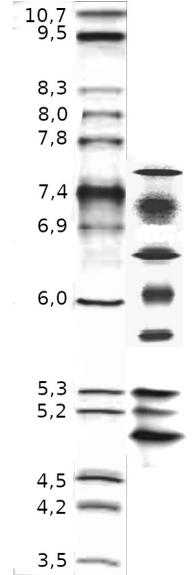

Abb. 1.1: Bsp. einer IEF
Bei der **isoelektrischen Fokussierung (IEF)** durchwandern die zu trennenden Komponenten ein Gel mit pH-Gradient. Es kommen nur solche Stoffe in Frage, die aus Ampholyten aufgebaut sind, also beispielsweise Peptide und Proteine. Die einzelnen Bestandteile besitzen unterschiedliche **isoelektrische Punkte (IEP, pI)**. Die Stoffe werden so lange durch das elektrische Feld transportiert, bis sie den pH-Wert im Gel erreichen, bei dem sie nach außen hin nicht mehr geladen sind, also ihrem IEP. Ab dieser Höhe hat das elektrische Feld keinen Einfluss mehr auf die Bande. Die Proteine werden an dem Ort mit dem pH-Wert aufkonzentriert (**fokussiert**), der ihrem IEP entspricht (vgl. Abb. 1.1). Da die Auftrennung alleine aufgrund der Ladung erfolgt, kann keine Aussage über die Molekulmassen der Proteine getroffen werden.
1.2 Abb. 1.1 (siehe rechts) zeigt das Ergebnis einer IEF. linke Spur: Marker. rechte Spur: Probe. Schätzen Sie die pI -Werte der Probebanden